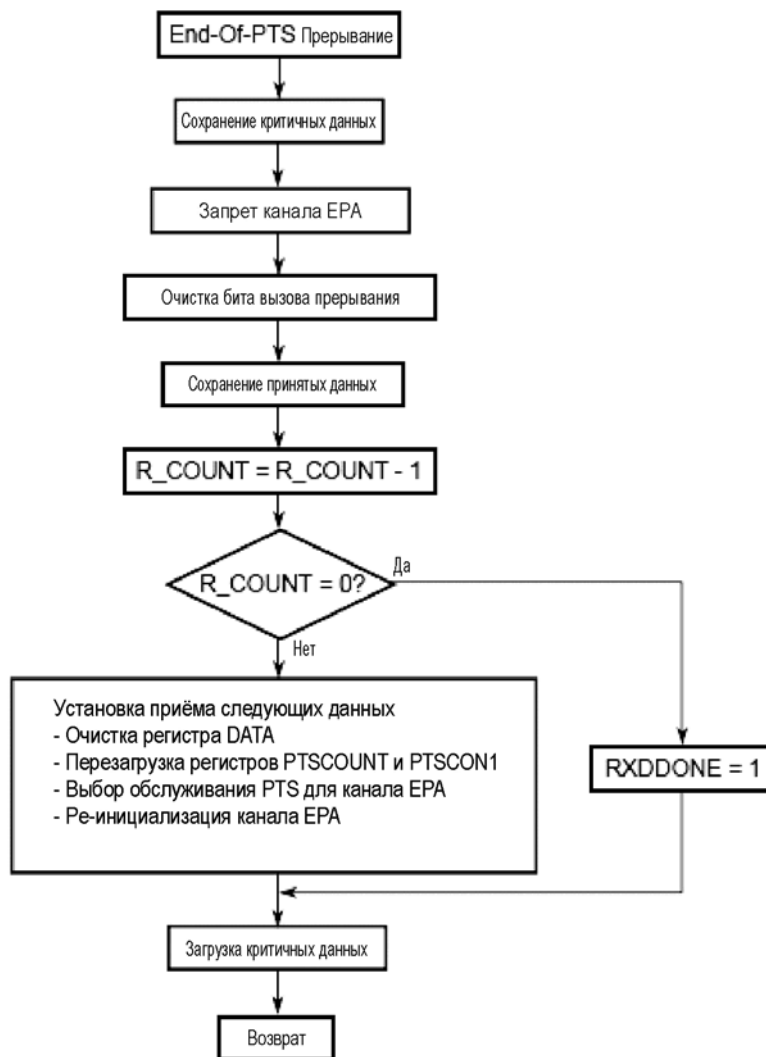

Рисунок 6.24 – Режим синхронного SIO приёма. Блок-схема процедуры прерывания end-of-PTS
11. Переключить вход SCK, чтобы начать прием. Данные перемещаются в наиболее значащий (крайний левый) бит и сдвигаются вправо с каждым полученным битом. EPA вырабатывает прерывание при каждом переключении на входе SCK. PTS получает следующий бит данных на вход, сконфигурированный как RXD, в четных циклах PTS. Когда PTSCOUNT декрементируется до нуля, PTS вызывает end-of-PTS прерывание (рисунок 6.24). Процедура обслуживания прерываний должна запретить канал EPA, очистить регистр данных (DATA), перезагрузить регистры PTSCOUNT и PTSCON1, перезагрузить EPA0\_CON и выбрать обслуживание PTS для EPA0. Если EPA генерирует сигнал SCK, процедура обслуживания end-of-PTS прерывания также должна будет перезагрузить регистр EPA0\_TIME.